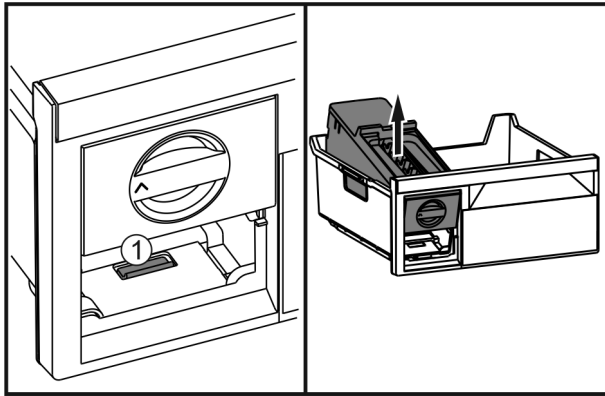

Fig. 30
- ▶ Lip Fig. 30 (1) indrukken, EasyTwist-Ice van achter optillen en uit de vrieslade nemen.